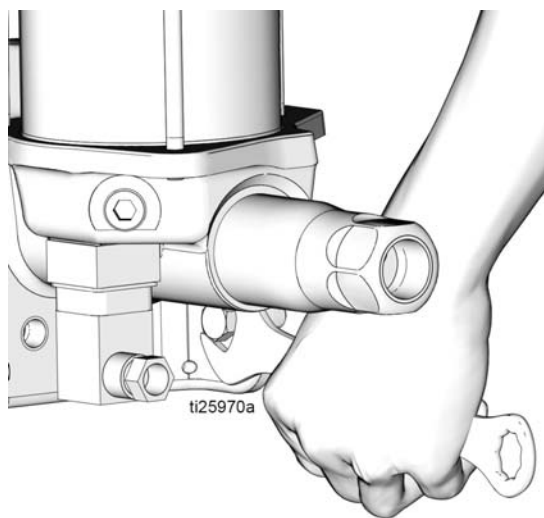

Рис. 11
5. Открутите монтажные болты (Рис. 11) и снимите насос с его рабочего места.